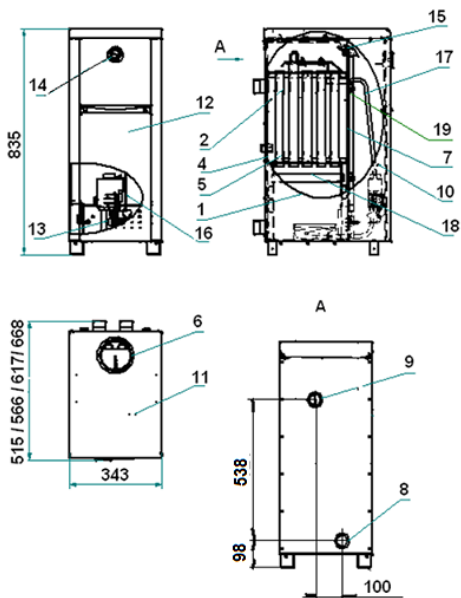

Рис.1 Котлы КС-Г -12S/16S/20S/24S
5.2.2 Котлы КС-Г ... (рис.1, 2) состоят из прямоугольной топки 1 с дымогарными трубами 2. Вокруг топки имеется водяная рубашка 4. Дымогарные трубы 2, выходящие из топки, проходят через водяную полость котла к дымоходу 6. В дымогарных трубах 2 расположены турбулизаторы 5 для дополнительного отбора тепла и увеличения КПД.
Остальное см. рис.1